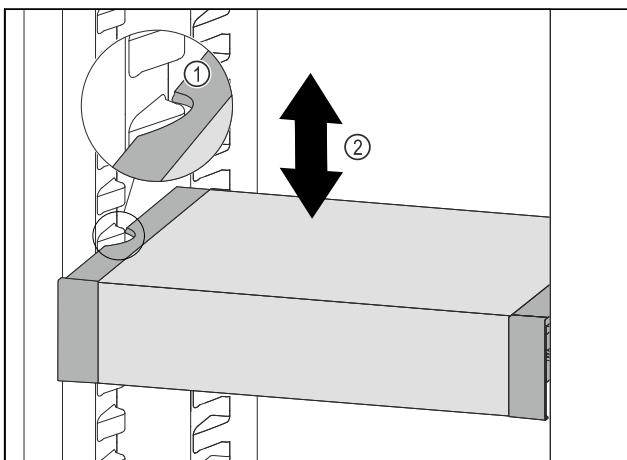

Fig. 100
- Tirer le VarioSafe vers l'avant jusqu'à ce que les encoches latérales du VarioSafe soient à la hauteur de la nervure du bac dans la partie réfrigérateur. Fig. 100 (1)
- Déplacer le VarioSafe vers le haut ou vers le bas dans la partie réfrigérateur jusqu'à ce que la hauteur souhaitée soit atteinte. Fig. 100 (2)